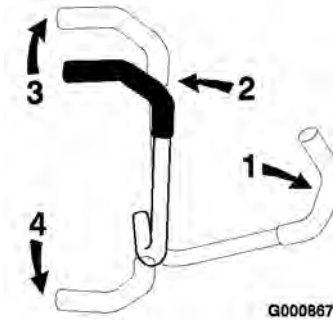

Bild 12
3. Schieben Sie für das Vorwärtsfahren die Fahrtriebshebel langsam vorwärts (Bild 12).
Wenden Sie zum Geradeausfahren auf beide Fahrtriebshebel denselben Druck an (Bild 12).
Verringern Sie zum Wenden den Druck auf den Fahrtriebshebel an der Seite, in deren Richtung Sie wenden möchten (Bild 12).
2. Ziehen Sie zum Rückwärtsfahren die Fahrtriebshebel langsam nach hinten (Bild 12).